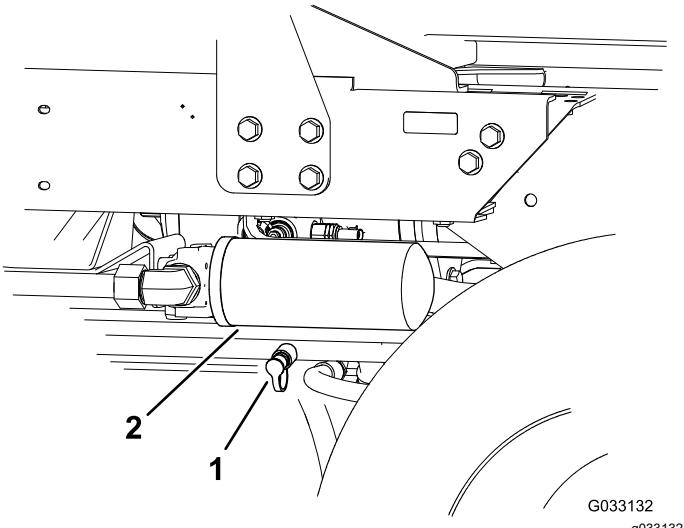

Figura 40
- Ligue um tubo hidráulico entre o encaixe de diagnóstico instalado no coletor da tração traseiro e a porta de teste de pressão da tração traseira (Figura 40).